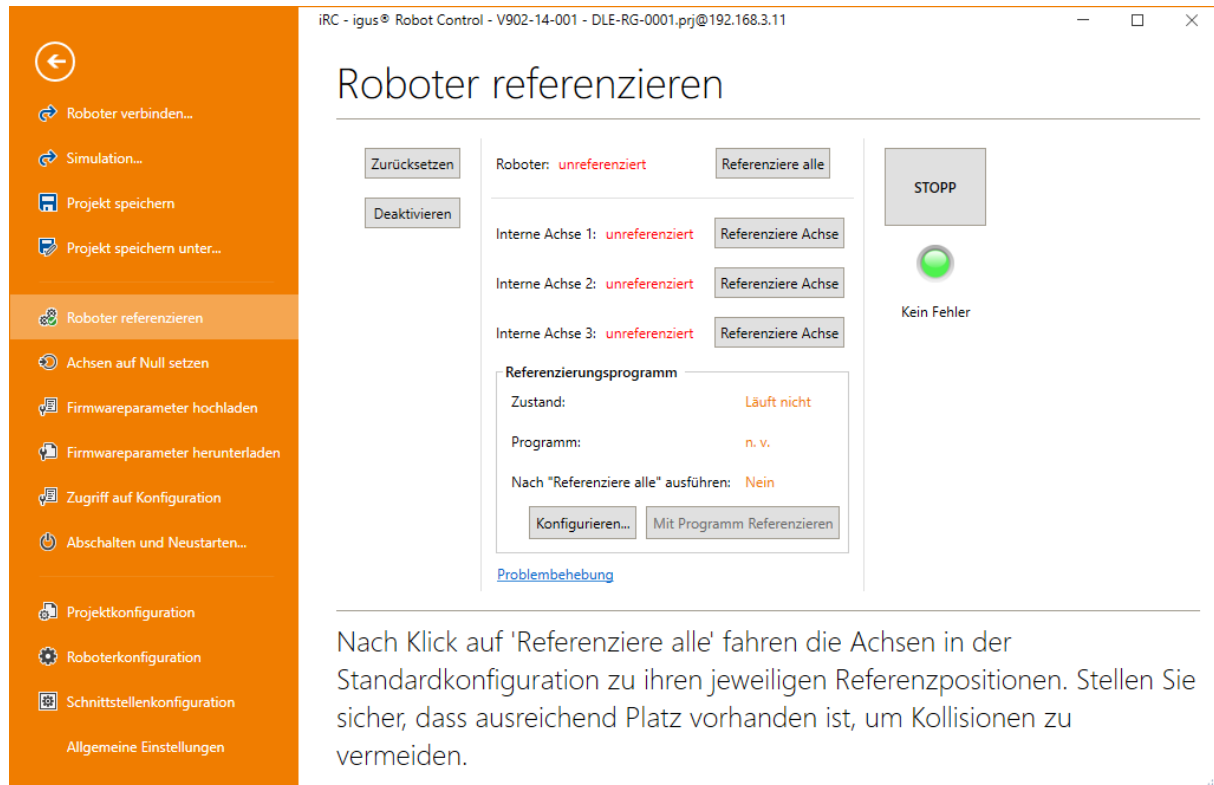

Abbildung 7: Referenzierung der Achsen.
4. Klicken Sie auf die Schaltflächen "Referenziere Achse", um mit der Referenzierung einer Achse zu beginnen, siehe Abb. 7. Mehrere Gelenke können die Referenzierung parallel durchführen.